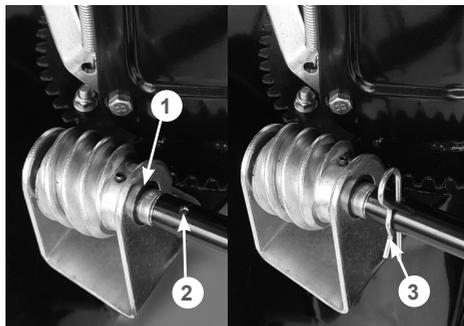

Рис. 25 Крепление рычага управления поворотом жёлоба
- установите рычаг на червячный вал механизма поворота жёлоба, совместите отверстия в валу и рычаге и зафиксируйте рычаг шплинтом (Рис. 25).